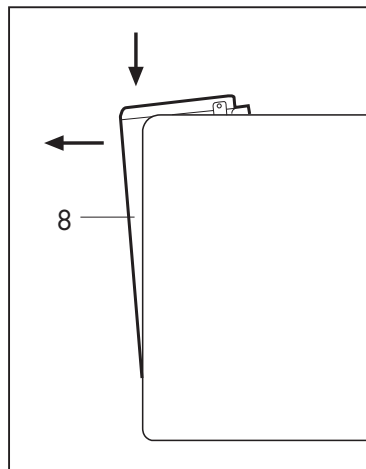

Fig. 1
- Extraire le réservoir (8) en faisant pression avec la main vers le bas et en le poussant hors du corps de la machine (**Fig. 1**).